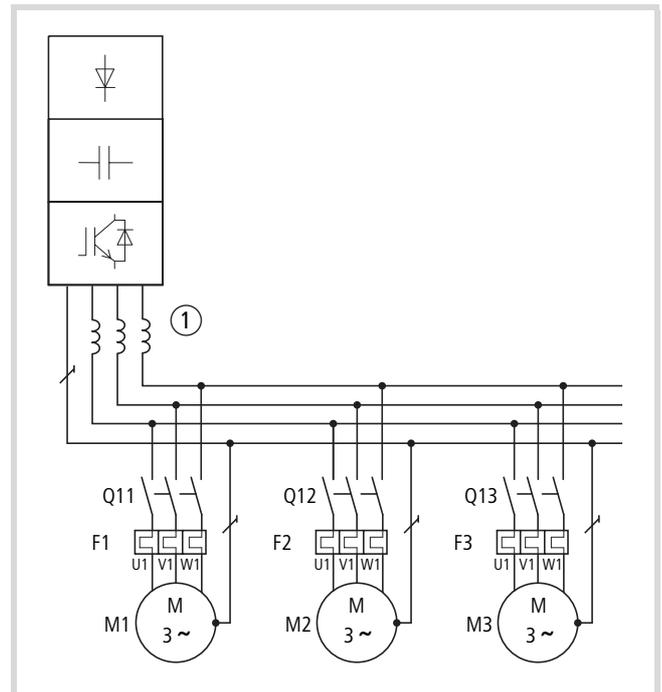

Abbildung 11: Parallelschalten mehrerer Motoren an einem Frequenzumrichter
Durch das Parallelschalten der Motoren verringert sich der Anschlusswiderstand am Ausgang des Frequenzumrichters. Die Gesamtstatorinduktivität wird geringer und die Streukapazität der Leitungen größer. Dadurch wird die Stromverzerrung gegenüber dem Einzelmotoranschluss größer. Um die Stromverzerrung zu verkleinern, sollten Sie Motordrosseln (siehe ① in Abbildung 11) im Ausgang des Frequenzumrichters einsetzen (siehe auch Abschnitt „Motordrosseln“, Seite 119).
Tabelle 2: Zuordnung der Frequenzumrichter zum Motorbeispiel (Abbildung 11)